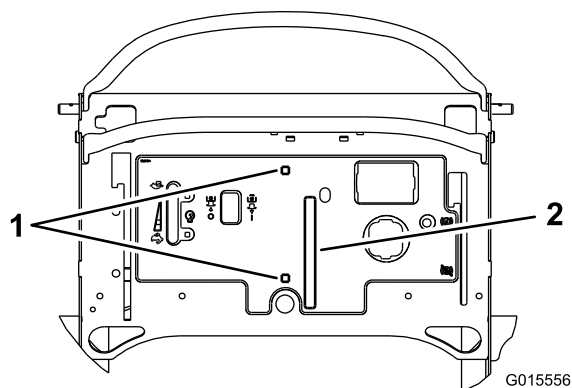

Bild 9
1. Verwenden Sie die Stütze als Schablone und schneiden Sie ein Loch in das Schild für den Fahrgeschwindigkeitshebel und die rechteckigen Löcher für die Schlosssschrauben (Bild 9).